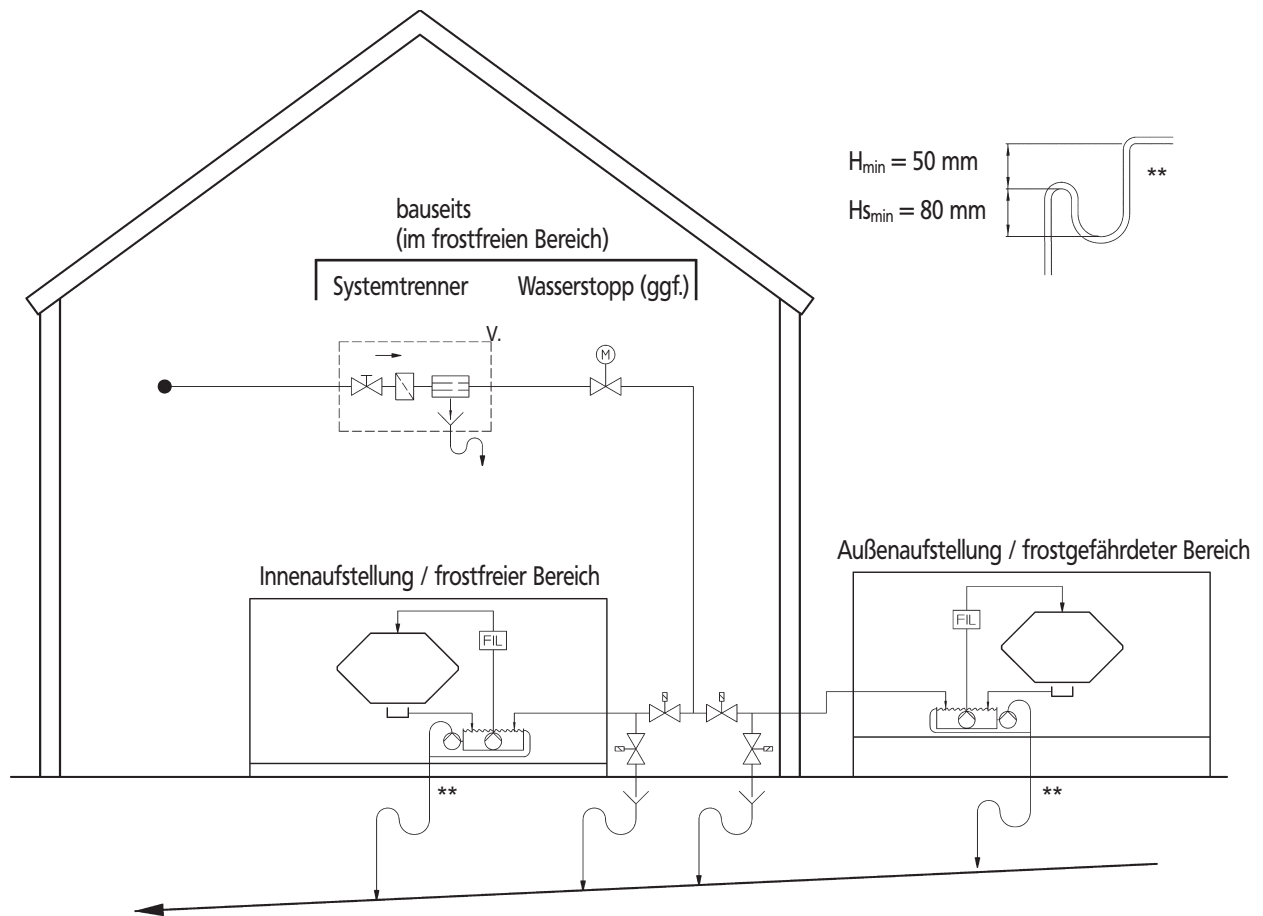

Abb. 9: Wasserseitiger Anschluss
Die Wasserzufuhr für den offenen Wasserbehälter erfolgt über ein Magnetventil\*. Bei Betrieb ohne Wasseranforderung wird die Leitung ab dem Zufuhrmagnetventil\* über ein Ablaufmagnetventil\* entleert. Die Zufuhrleitung muss entsprechend in der Richtung mit Gefälle ablaufen. Nach dem Ablaufventil kann die Leitung zum Gerät auch in den frostgefährdeten Bereich übergehen zu einem Gerät in Außenaufstellung (s. Abb. 9).
- Achten Sie auf die minimalen Höhen  $H_s$  und  $H$  wie dargestellt in Abb. 9. Oder eine gleiche Funktion in einer anderen Bauart, z.B. Kugelsiphon.